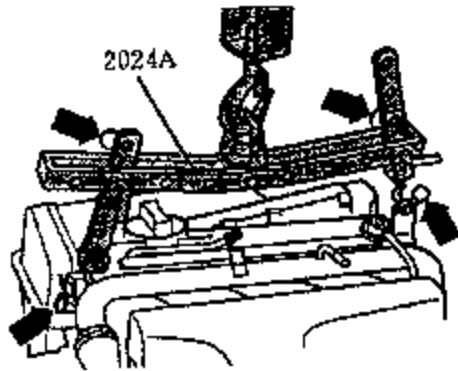

图 4-22 起吊发动机
(26) 拧下上部发动机/变速器固定螺栓，前一个螺栓用手拧紧。将起吊装置 2024A 连接到发动机上，并将挂钩挂到车间起重机 1202A 上。为确保发动机重心平衡，应按图 4-22 所示挂好连接件。并且注意起吊装置上的连接件及定位销必须用锁止销固定（图 4-22 箭头所示）。拆下最后一个固定螺栓。在起吊前，务必检查发动机与变速器之间的所有软管及接头是否已断开。